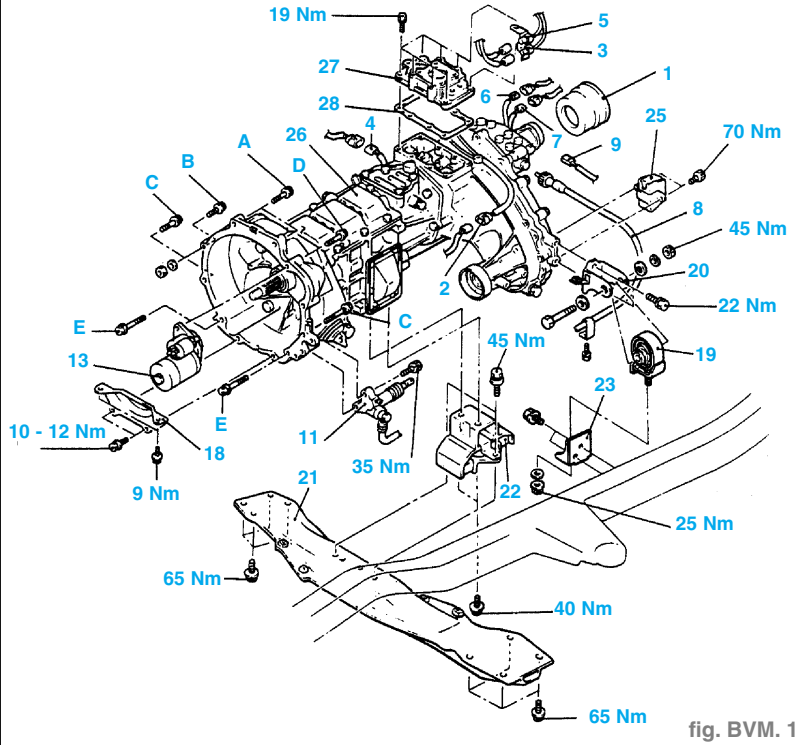

fig. BVM. 1
- Opérations précédant la dépose et succédant à la pose (fig. BVM 1) :
- Procéder à la dépose dans l'ordre suivant (fig. BVM 1) :